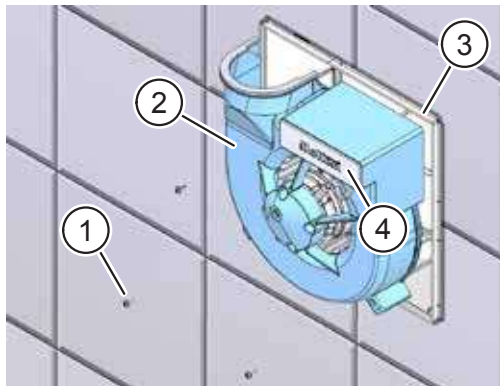

Abb. 15: Lüftermotor ausbauen
- ▶ Lösen Sie die drei Kreuzschlitzschrauben 3,5 x 12 (Pos. 1 in Abb. 15).
- ▶ Ziehen Sie den Lüftermotor (Pos. 2 in Abb. 15) aus dem Gehäuse (Pos. 3 in Abb. 15).
- ▶ Entfernen Sie den Anschlussdeckel (Pos. 4 in Abb. 15).
- ▶ Setzen Sie den Anschlussdeckel (Pos. 4 in Abb. 15 auf Seite 39) wieder ein.